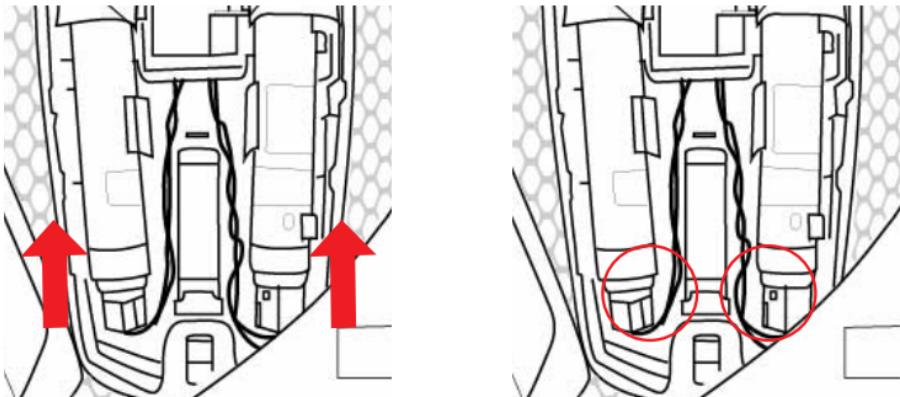
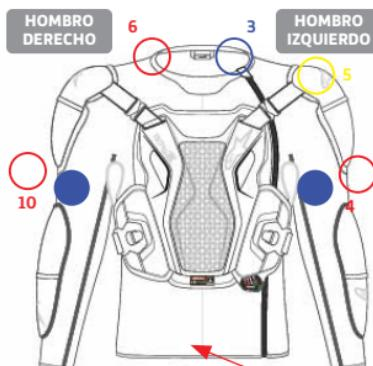

Figura 25: Cómo separar la carcasa de los infladores extraíbles (18) del sistema tirando de ella hacia arriba
Figura 28: Ubicación de los clips en el airbag (izquierda) y en la capa base del sistema (5) (derecha)
1. En primer lugar, coloque el sistema con la parte posterior hacia abajo sobre una superficie plana, preferiblemente un banco de trabajo o una mesa. Separe el airbag de la capa base (5) abriendo todos los clips de conexión dispuestos como se muestra en la figura 28. El usuario puede acceder a estas conexiones a través de las aberturas de la capa base (5) indicadas en la figura 28. Hay un total de 10 clips de Airbag que están distribuidos y numerados como se indica en la Figura 28: 3 clips en la zona del hombro izquierdo (clips 3-4-5), 2 clips en la zona del hombro derecho (6-10), 3 clips para la zona del pecho (7-8-9) y 2 clips para la zona de la espalda (1-2). Se sugiere soltar estos clips en orden secuencial, empezando por los clips situados en la zona lumbar (1-2), pasando después a los clips de los hombros (3-4-5, y 6), luego a los clips del pecho (7-8-9) y finalmente al último clip número-10 del hombro) (véase la figura 28).
2. Una vez retirados todos los clips del airbag, gire primero el sistema con el protector de espalda hacia arriba, abra la cremallera inferior del contenedor de la bolsa de hidratación (9) y la funda electrónica (16) situada en la zona posterior del sistema tirando hacia abajo de la lengüeta roja con la mano derecha y levantando la funda electrónica con la mano izquierda simultáneamente.
3. Una vez levantada la carcasa electrónica (16), el usuario puede extraer todos los componentes electrónicos (13-15-19) junto con los infladores de gas (17) simplemente empujando hacia arriba la carcasa extraíble de los infladores (18) (véase la figura 25). El usuario puede hacer esto poniendo sus dos pulgares en la parte inferior de la pequeña caja negra que contiene la Unidad de Control Electrónico que se encuentra en la parte superior de la carcasa, y empujando firmemente hacia arriba hasta que haga clic, y luego el usuario puede levantarla fácilmente de la carcasa de los infladores extraíbles (18).
El usuario puede empezar a tirar suavemente de todo el Airbag para sacarlo del Tech-Air® System, hasta extraerlo por completo. A continuación, el usuario debe retirar la pantalla LED (4) de su ubicación. Ahora, ponga el Sistema boca arriba con el protector trasero hacia abajo. Introduzca la mano en el Sistema por la abertura situada bajo el forro interior en el pecho izquierdo del Sistema. Lleve la mano hasta el lazo situado en el hombro derecho y extraiga el enchufe del cable del conector electrónico tirando de él a través del lazo. Siguiente abre el bolsillo de velcro del pecho izquierdo para acceder a la zona de vibración háptica (3). El Usuario debe ahora retirar el Sensor de Activación Zip del bolsillo. A continuación, el usuario debe tirar del cable hacia abajo a través del orificio de acceso al área de vibración háptica (3) en el lado izquierdo hasta que se haya retirado todo el cable (véase la referencia en la figura 28). A continuación, el usuario debe abrir el velcro que se encuentra en el ala izquierda del protector pectoral y retirar la pantalla LED (4). En este punto, todos los componentes electrónicos (13-15-19) deben haber sido completamente retirados del Sistema.
1. En primer lugar, coloque el Sistema con el Protector Trasero hacia arriba. El usuario debe volver a insertar. Introduzca el Airbag a través de la abertura del Protector de Espalda, teniendo cuidado de colocar el Airbag correctamente (es fundamental que el Usuario evite torcer o crear pliegues del Airbag). Inserte el airbag dentro del sistema con la máxima atención para asegurarse de que cada clip coincide meticulosamente por color y número con el clip de conexión correspondiente exacto dentro del sistema. El Usuario DEBE anclar el Airbag en TODOS los 10 Clips de Conexión como se muestra en la Figura 28. Se recomienda realizar esta operación con los infladores de gas (17) colocados en el alojamiento de los infladores extraíbles (18). Para fijar el Airbag a los Clips de Conexión correspondientes, el Usuario debe utilizar las aberturas frontales de la Capa Base (5) haciendo coincidir las etiquetas numeradas y coloreadas tanto en el Airbag como en la Capa Base del Sistema (5), (ver Figura 28). Tenga en cuenta que los clips de conexión 4 y 10 tienen etiquetas azules y rojas de dos colores (asegúrese de que al colocar los clips de conexión el lado rojo coincide con el lado rojo y el lado azul con el lado azul), para ayudar al usuario a colocar el airbag en la orientación correcta
¡ATENCIÓN! Los Clips traseros inferiores (1 y 2) deben fijarse de forma entrecruzada, como se indica en la figura 24, haciendo una x en la parte trasera del Airbag, esto asegura que el Airbag quede bien anclado. Los clips inferiores de la espalda (1 y 2) se fijarán por lo tanto a los clips opuestos con respecto a la vista trasera, y como resultado los Usuarios deberían ver un ligero plegado de los bordes inferiores del Airbag. Con respecto a la vista frontal, el clip 1 DEBE fijarse al clip izquierdo y el clip 2 DEBE fijarse al clip derecho, como en la figura 28.